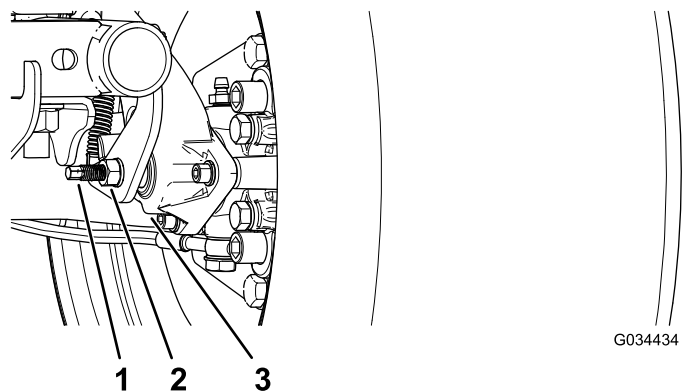

Figura 62
3. Con 2 llaves, sostenga en su sitio el poste de ajuste en la pinza con 1 llave y afloje la contratuerca 1/4 de giro con la otra llave (Figura 62).
4. Mientras sostiene el poste de ajuste y la contratuerca en su sitio, gire el poste hacia dentro para apretarlo (Figura 62).
5. Mientras sostiene el poste de ajuste y la contratuerca en su sitio, retroceda atrás 1/4 de giro (Figura 62).
6. Mientras sostiene el poste de ajuste y la contratuerca en su sitio, apriete la contratuerca (Figura 62).